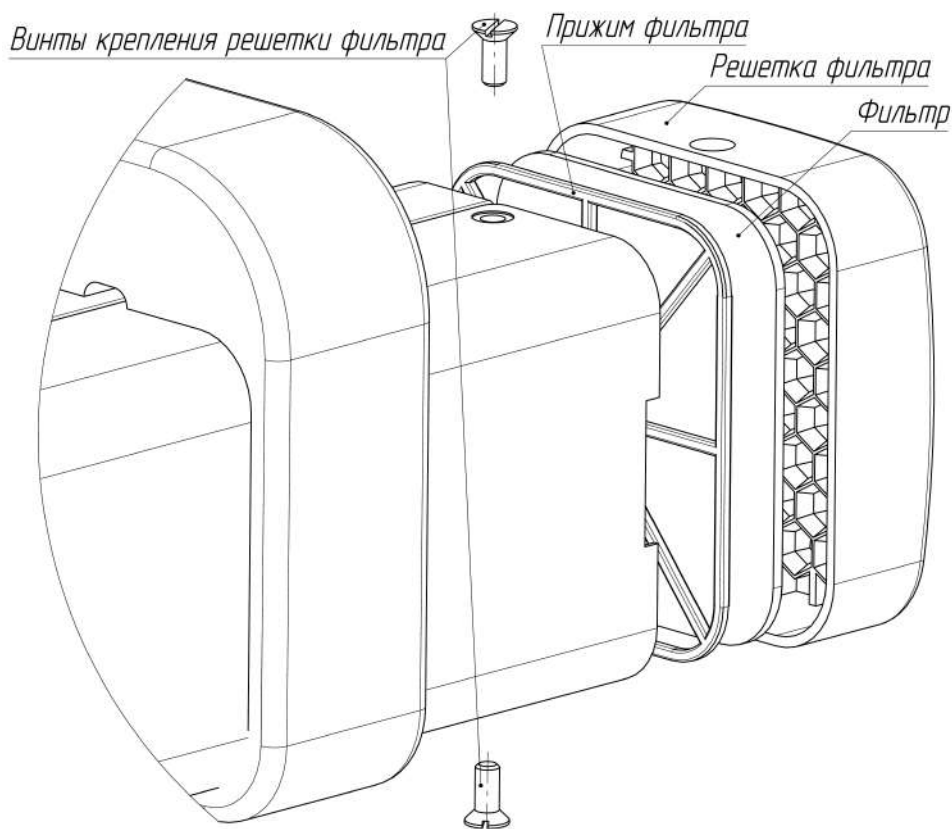

Рис. 5 Схема замены фильтра
8. При регулярном использовании облучателя, замена фильтра должна производиться не реже, чем один раз в три месяца. Для замены фильтра необходимо (Рис.5):